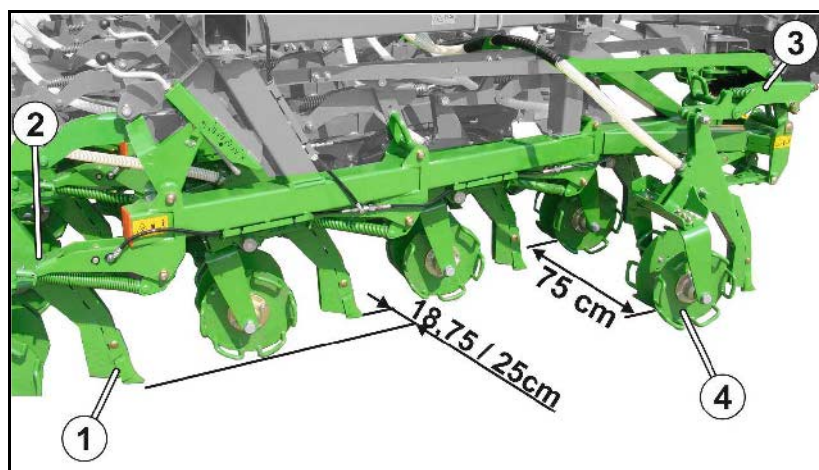

Рис. 40
Долотообразные сошники (Рис. 40/1) расположены в 4 ряда друг за другом со смещением. В результате образуется расстояние между расположенными рядом сошниками 75 см. Расстояние между рядами – 18,75 см / 25 см.
- существует возможность уклонения в горизонтальной плоскости благодаря нижней тяге из пружинной стали (Рис. 40/2);
- существует возможность уклонения в вертикальной плоскости с помощью изгибающейся верхней пружинной стальной тяги (Рис. 40/3).
Глубина заделки посевного материала определяется регулировкой глубины долотообразных сошников (Рис. 40/1). Установленная глубина передается на расположенные за долотообразными сошниками двойные диски (Рис. 40/4).